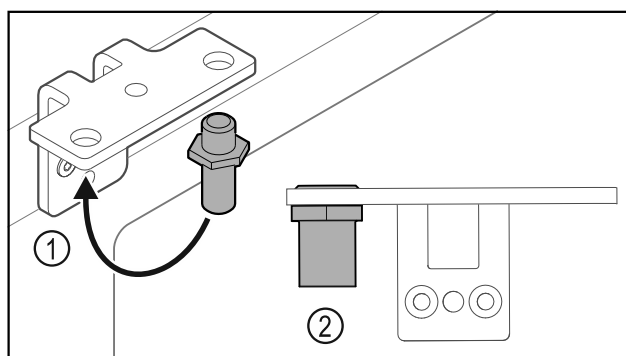

Fig. 36
- Sworznie Fig. 36 (1) przełożyć do zawiasu.
- Sworznie Fig. 36 (2) dokręcić z **momentem obrotowym 12 Nm**.